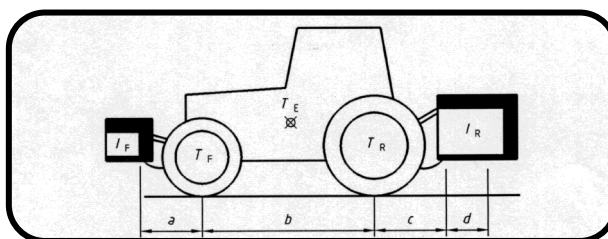

Fig. 10
**Tegnforklaring** (se Fig. 10):
**Ir** (kg) = totalvekt av redskap med lass ② ③
**Tf** (kg) = vekt på foraksel for traktor uten last ①
**Tr** (kg) = vekt på bakaksel for traktor uten last ①
**Te** (kg) = tomvekt for traktor ①
**a** (m) = avstand i meter mellom tyngdepunkt på frontvekter og senter av foraksel ① ③
**b** (m) = traktorens akselavstand i meter ① ③
**c** (m) = avstand i meter mellom senter av bakaksel og senter for kuler i trekkstengene ① ③
**d** (m) = avstand i meter mellom senter av kuler i trekkstenger og tyngdepunkt for Maskinen ② ③
① Les traktorens bruksanvisning